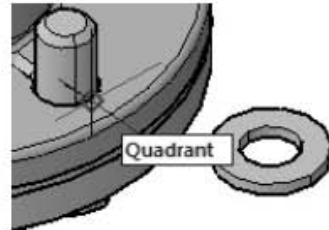

Рис. 12.21. Выбор второй точки на корпусе
16. Укажите вторую точку с привязкой **Квадрант (Quadrant)** — квадрант окружности верхнего основания крепежного отверстия (рис. 12.21).